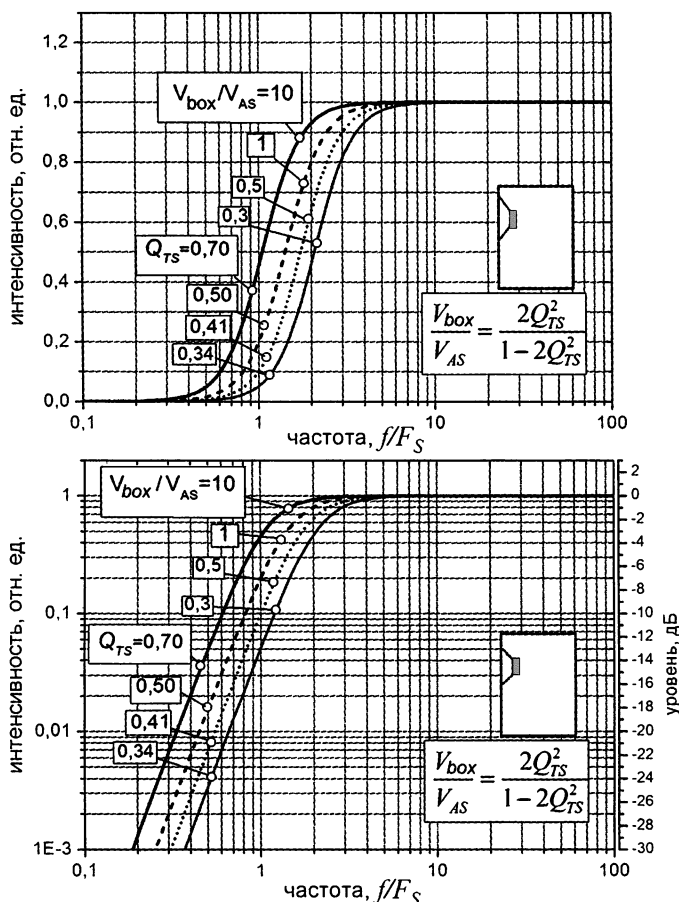

Рис. 3.6. АЧХ закрытого ящика, объем которого удовлетворяет условию (22):
Теперь построим АЧХ по формуле (21). Она изображена на рис. 3.6 для четырех различных исходных значений собственной добротности головки. Каждое из этих значений однозначно задает необходимый относительный объем ящика  $V_{\text{BOX}} / V_{\text{AS}}$ . Понятно, что поскольку
На рис. 3.6 видно, что для интервала  $0,34 < Q_{TS} < 0,7$  оптимальный объем закрытого ящика изменяется от  $0,3V_{AS}$  до  $10V_{AS}$ , при этом нижняя граничная частота соответственно изменяется от  $F_3 \approx F_S$  до  $F_3 \approx 2F_S$ , т.е. на целую октаву!